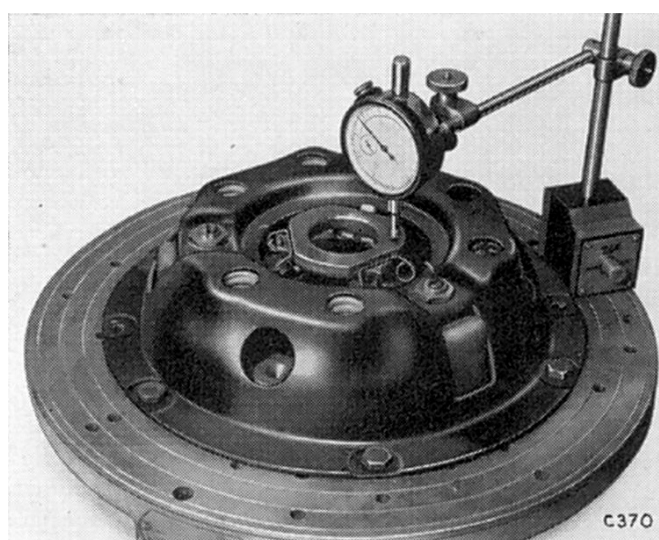

Fig. 23. Vérification du voilement du plateau de leviers de débrayage l'aide d'un comparateur à cadran
Poser le plateau de pression (2) sur le plateau de base, les rondelles d'espacement étant placées sous les axes de leviers de débrayage. Monter les ressorts (3), les cuvettes (4) et le couvercle (5). Fixer le couvercle fermement au plateau de base. Assembler les leviers de débrayage (8) les entretoises (10), les plaques de blocage (11) et les écrous (12). Monter le doigt de jauge (4, Fig. 14) avec l'adaptateur No. 5 et régler les écrous (12) jusqu'à ce que le doigt de jauge touche légèrement l'extrémité de chaque levier (8) (voir Fig. 19). Enlever le doigt de jauge et sa colonne, monter le levier de l'équipement Churchill et actionner l'embrayage plusieurs fois. Refixer le doigt de jauge et la colonne, et vérifier à nouveau la hauteur des leviers et la régler, si nécessaire. Une fois la hauteur correctement réglée, replier les plaques de blocage (11) contre les écrous (12). Monter le plateau de leviers de débrayage (13) et le fixer avec les ressorts (9). Vérifier le voilement du plateau de leviers de débrayage au moyen d'un comparateur à cadran comme montré sur la Fig. 23. Le voilement ne doit pas excéder 0,38 mm. (0,015"). Si la mesure est correcte, enlever l'embrayage du plateau de base.
Régler la hauteur des leviers de débrayage comme décrit dans la partie "Réglage" et monter le plateau de leviers de débrayage (7) et les ressorts (8). Vérifier le voilement du plateau de leviers de débrayage au moyen d'un comparateur à cadran (Fig. 23). Le voilement ne doit pas excéder 0,38 mm (0,015"). Si la mesure est correcte, enlever l'embrayage du plateau de base